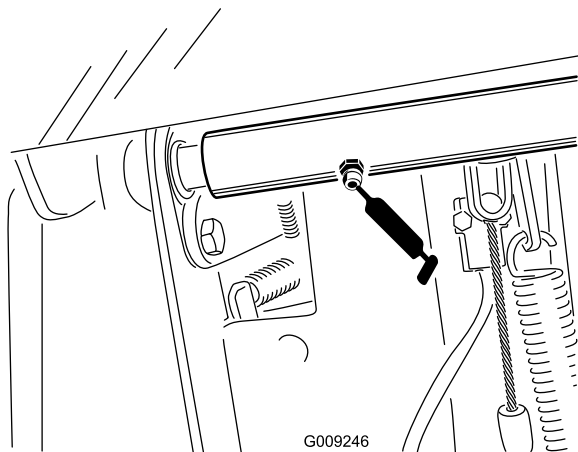

Figura 36
- 2 cuscinetti orientabili dell'albero del freno (Figura 36)